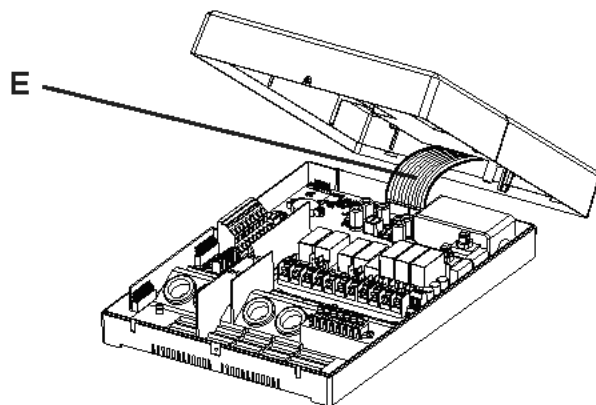

**Fig. 3 Estrazione del cavo a nastro**
3. Tirare il cavo a nastro con attenzione **E** per estrarlo dalla presa di collegamento (Fig. 3).